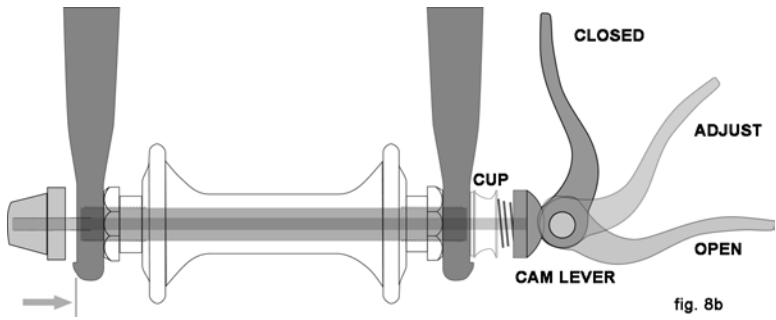
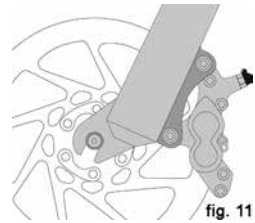
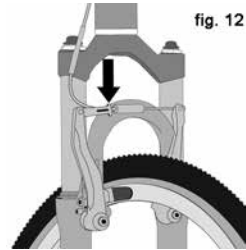

fig. 8b
fig. 11
fig. 12
Actualmente hay dos tipos de mecanismos de retención de ruedas con leva sobre el centro: la leva sobre el centro convencional (fig. 8a) y el sistema de leva y taza (fig. 8b). Ambos usan un tipo de mecanismo de leva sobre el centro (quick release) para mantener la rueda en su lugar. Su bicicleta puede tener diferentes sistemas para mantener las ruedas en su lugar tanto delantera como trasera.
### **b. Ajuste del mecanismo de leva y taza (fig. 8b)**
(1) Si la bicicleta dispone de frenos de anilla, desenganche el mecanismo de liberación rápida del freno para aumentar el espacio libre entre el neumático y las pastillas de freno (véase la sección 4.C fig. 11 a 15).
(3) Si la horquilla delantera tiene un dispositivo de retención secundario de clip, desengánchelo. Si la horquilla delantera tiene un mecanismo de retención secundaria integral, y un sistema de acción de la leva tradicional (fig. 8a) afloje la tuerca de ajuste lo suficiente para permitir desmontar la rueda de las punteras. Si su rueda delantera utiliza un sistema de leva y copa, (fig. 8b) apriete y junte la copa y la palanca de leva mientras quita la rueda. No es necesaria la rotación de ninguna parte con el sistema de leva y copa.
(1) Si su bicicleta tiene mecanismo de leva de retención de la rueda delantera, mueva la palanca de la leva de modo que se curve hacia afuera de la rueda (fig. 8b). Esta es la posición ABIERTO. Si su bicicleta tiene retención en la rueda delantera a través del perno o perno atornillado, vaya al siguiente paso.
(3) Si usted tiene un mecanismo de acción de la leva tradicional: sosteniendo la palanca de leva en la posición AJUSTAR con la mano derecha, apriete la tuerca de ajuste con la mano izquierda hasta que quede apretado contra la puntera de la horquilla (fig. 8a). Si usted tiene un sistema de leva y taza: la tuerca y la taza (fig. 8b) se habrán fijado en el área empotrada de las punteras de la horquilla y ningún ajuste debería requerirse
(4) Mientras empuja la rueda firmemente a la parte superior de las ranuras de las punteras de la horquilla, y al mismo tiempo centrando el rin de la rueda en la horquilla:
(2) Si su bicicleta dispone de frenos de anilla, desenganche el mecanismo de liberación rápida de los frenos para aumentar la separación entre el rin y las pastillas de freno (véase la Sección 4.C, figs. 11 a 15).
(3) En un sistema de transmisión, tire del cuerpo del transmisión hacia atrás con la mano derecha.
(4) Con el mecanismo de acción de leva (cam action), mueva la palanca de liberación rápida de la posición ABIERTO (fig. 8b). Con un tornillo pasante o tornillo en el mecanismo, afloje el cierre con una llave adecuada, palanca de bloqueo o palanca integral; luego empuje la rueda hacia delante lo suficiente como para poder eliminar la cadena de la corona trasera.
(5) Levante la rueda trasera del suelo unos centímetros y quítela de las punteras traseras.
3. Algunos frenos de bicicleta, como los frenos de disco (fig. 11) y los frenos de tracción lineal (fig. 12), son extremadamente poderosos. Tenga especial cuidado de familiarizarse con estos frenos y ejerza cuidado especial al usarlos.
La mayoría de los frenos de anilla tienen algún tipo de mecanismo de liberación rápida para permitir que las pastillas de freno despejen el neumático cuando se quita o se vuelve a instalar una rueda. Cuando la liberación rápida de freno está en la posición abierta, los frenos son inoperantes. Consulte a su distribuidor para asegurarse de que usted entiende la forma en que el freno de liberación rápida funciona en su bicicleta (ver fig. 12, 13, 14 y 15) y compruebe cada vez para asegurarse de que ambos frenos funcionan correctamente antes de montarse en la bicicleta.